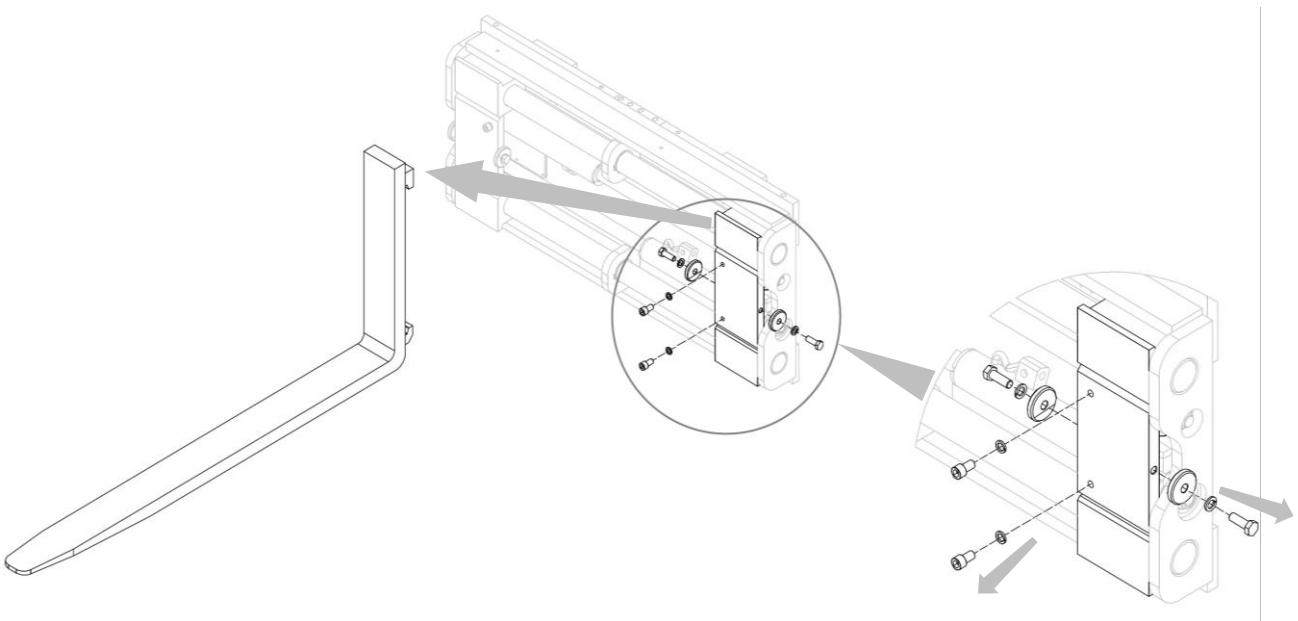

Figura 16
2. Retire las horquillas después de desenroscar los topes correspondientes (mira *Figura 16*).